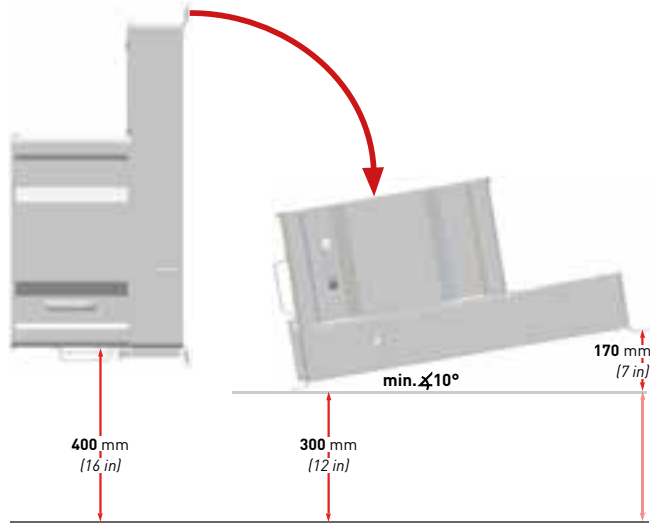

Fig. 8: Vertikale und horizontale Installation (dezentral)
- a) Im Anschlussbereich mindestens einen Abstand von 300 mm zum Boden einhalten (siehe Abb. 8/9).